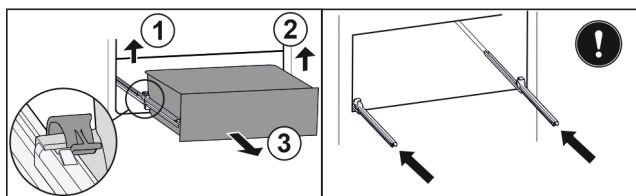

Fig. 33
- ▶ Повдигнете лявата скоба и едновременно с това изтеглете напред чекмеджето отляво Fig. 33 (1).
- ▶ Повдигнете дясната скоба и едновременно с това изтеглете напред чекмеджето отдясно Fig. 33 (2).
- ▶ Извадете чекмеджето напред Fig. 33 (3).